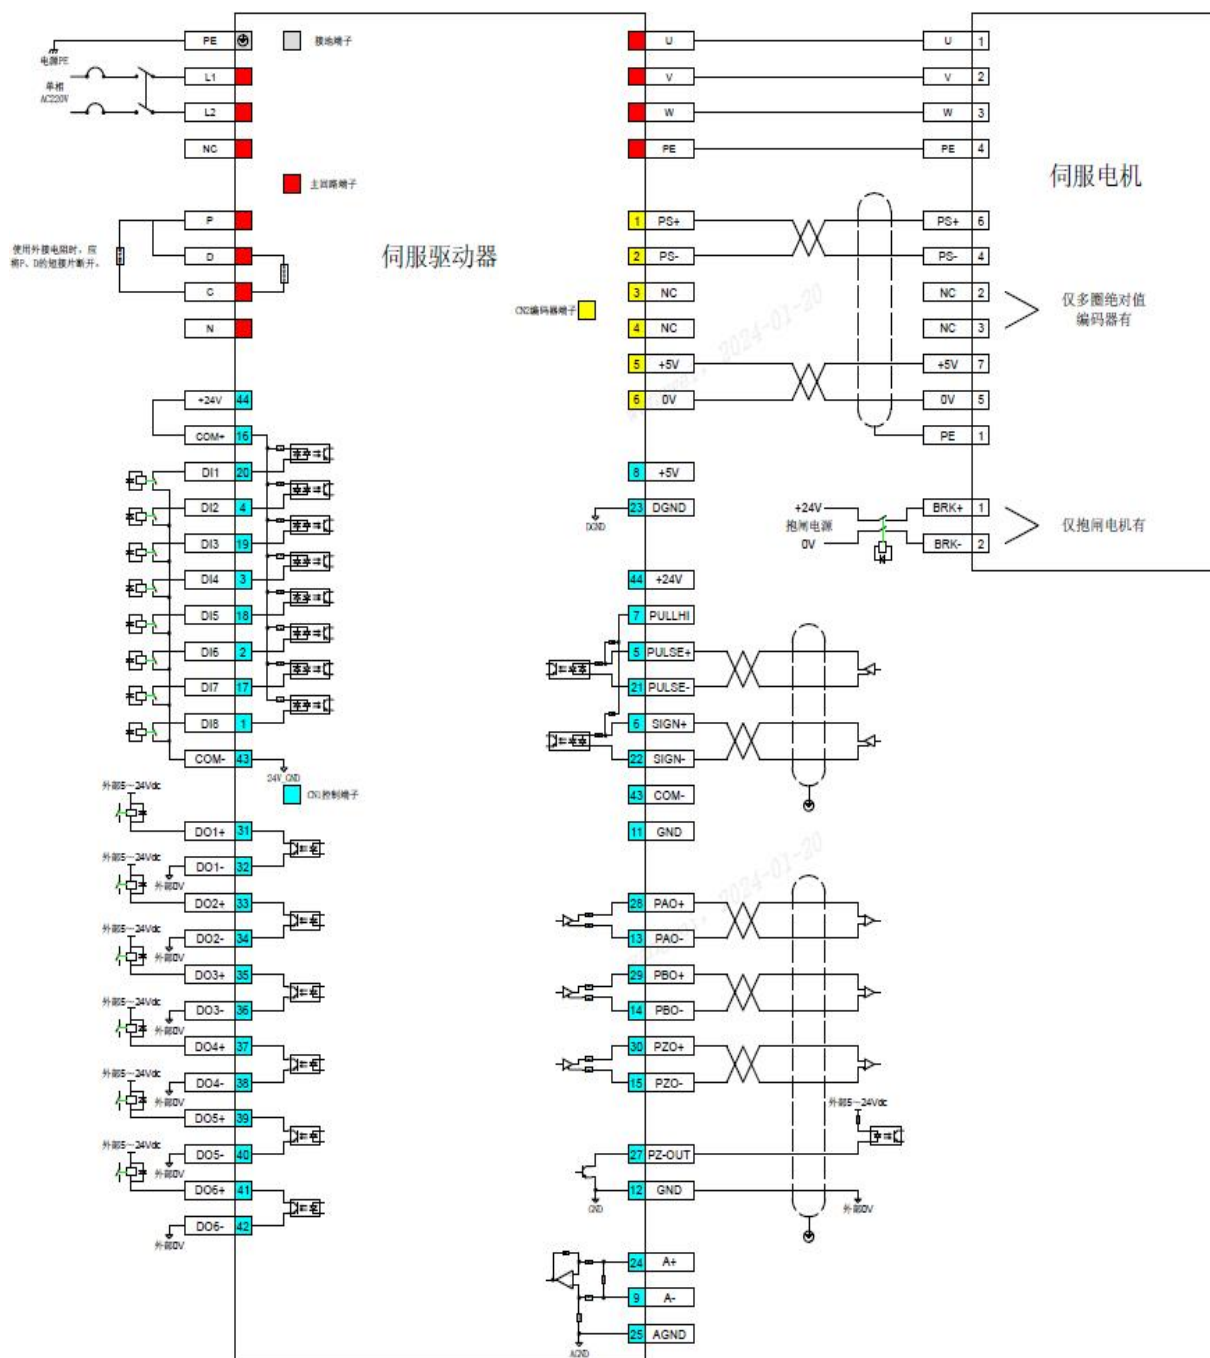

图 36 位置模式接线图
- 3) 参考图 36 配线说明连接 CN1 端子中的脉冲方向输入和脉冲指令输入以及所需的 DI/DO 信号，如伺服使能，报警清除，定位完成信号等。